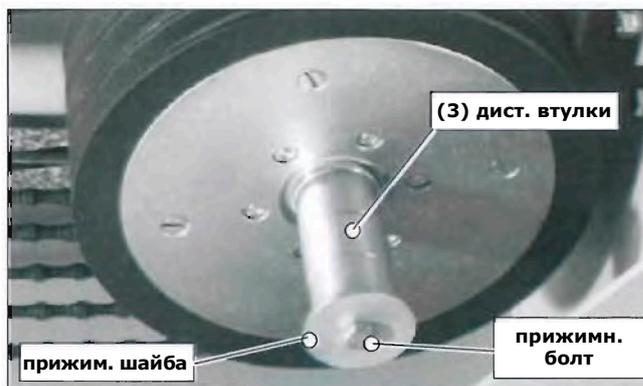

Рис. 5.5 Крепление роликов накопителя на валу
- Зафиксируйте ролики с дистанционными втулками и прижимной шайбой с болтом на оси (Рис. 5.5).